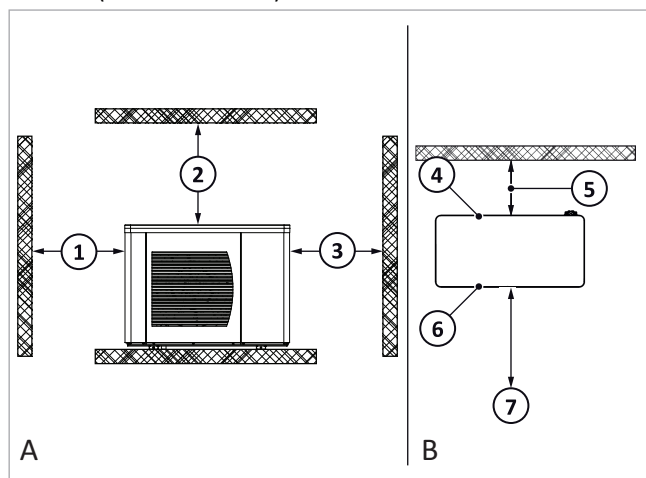
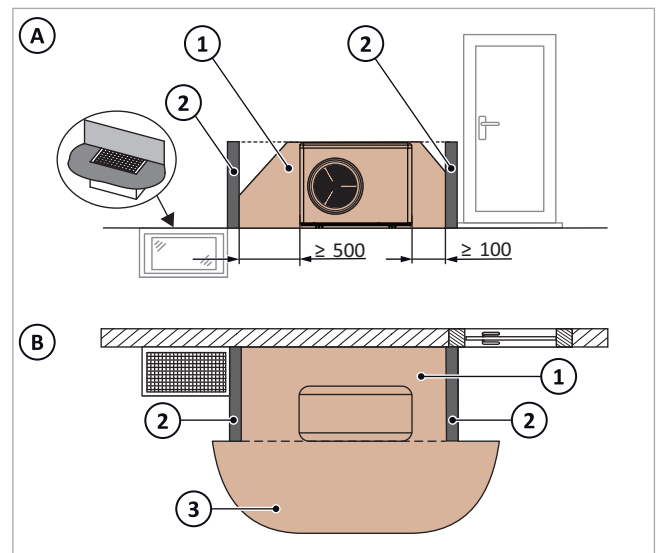

Abb. 5: Mindestabstände SolvisPia - Ansicht frontal (A) und Ansicht von oben (B)
Abb. 10: Reduzierter Schutzbereich mit gasundurchlässiger Trennwand bei Solvis-Wärmepumpen (R290) frontal (A) und von oben (B)
Zur Minimierung der Geräuschbelästigung und für die Wartung müssen Mindestabstände zu Wänden eingehalten werden (siehe → Abb. 5).
Die Höhe der Trennwand muss mindestens bis zur Oberkante der Wärmepumpe reichen (vgl. → Abb. 10 (A)). Die Tiefe der gasundurchlässigen Trennwand muss mind. der Tiefe von SolvisPia entsprechen (vgl. → Abb. 10 (B)). Zusätzlich die Mindestabstände für Montage- und Wartungsarbeiten beachten (siehe → Abb. 5, S. 11).